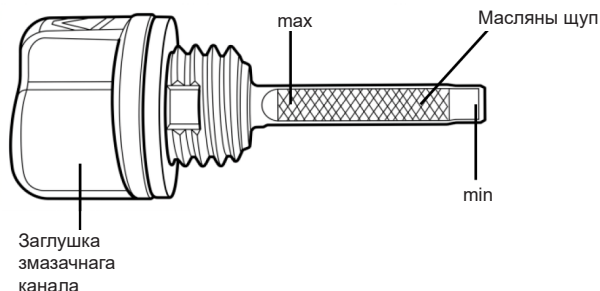

Рис. 10
3.Выміце шуп і праверце ўзровень алею. Ён павінен быць паміж адзнакамі «max» і «min» на шупе (Рис. 10). Пры неабходнасці даліце свежы рухавіковы алей.